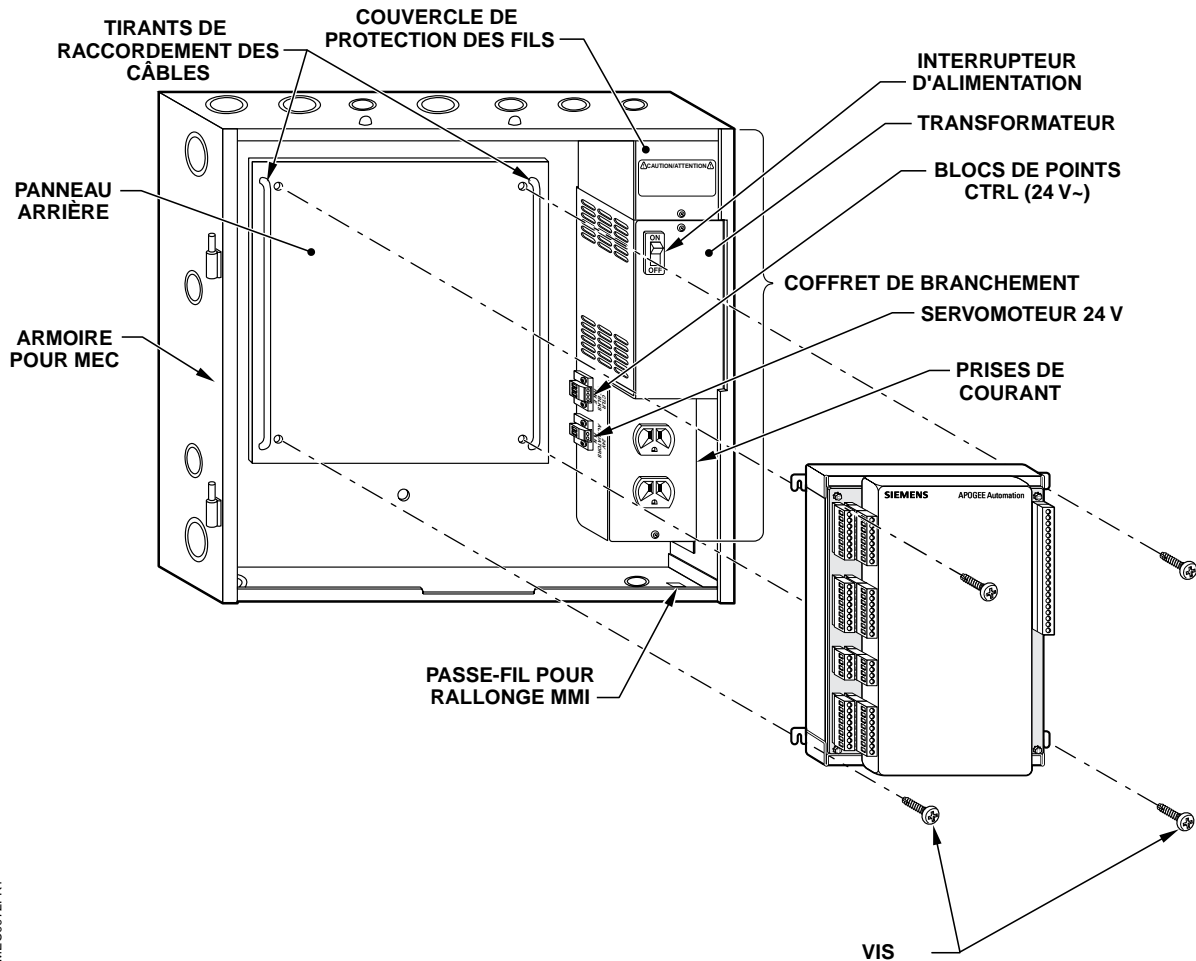

Figure 1. Montage du MEC dans une armoire.
Les homologations UL exigent la séparation des câbles NEC Classe I et Classe II. Utilisez des gaines séparées et les tirants de raccordements de câbles à l'intérieur de l'armoire (figure 1) afin de séparer les fils DO Classe I de tout autre câblage Classe II.
1. Aligner soigneusement le MEC sur le panneau arrière perforé de l'armoire (figure 1).